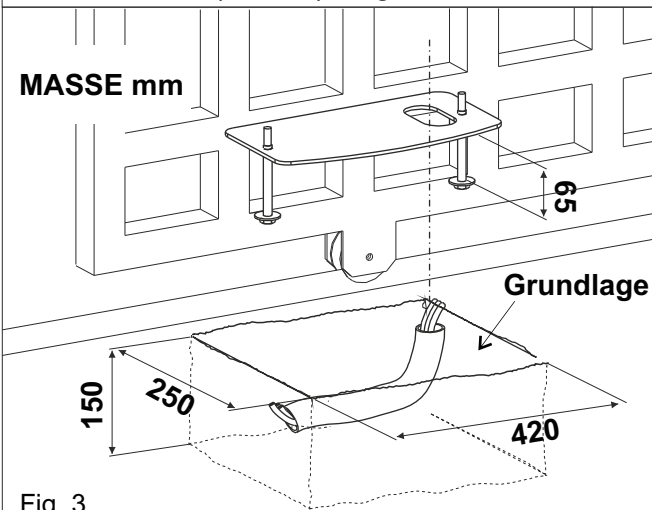

Fig. 3
**2.1.** Ein Fundament aus Beton (siehe Maße in Abbildung 3) für die Grundplatte und die Verankerungsbolzen herstellen.